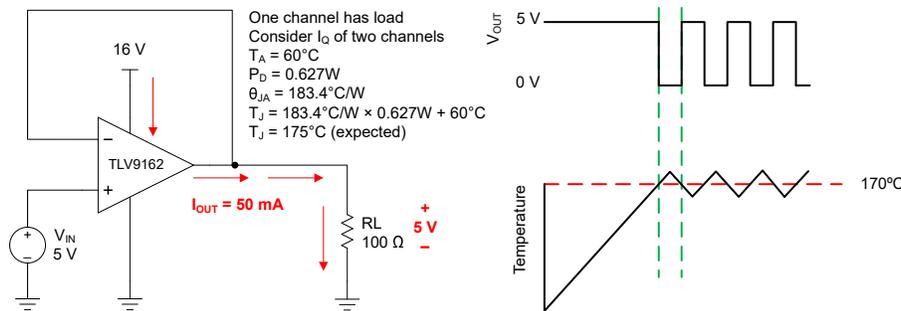

図 6-4. 過熱保護動作
あらゆるアンプは、内部消費電力によって内部（接合部）の温度が上昇します。この現象を「自己発熱」と呼びます。TLV916x の絶対最大接合部温度は 150°C です。この温度を超えると、デバイスが損傷します。TLV916x には過熱保護機能があり、自己発熱による損傷を低減できます。この保護機能はデバイスの温度を監視し、温度が 170°C を超えるとオペアンプの出力ドライブをオフにします。TLV9162 の消費電力 (0.627W) のために自己発熱が大きくなるアプリケーションの例を、図 6-4 に示します。この例では、どちらのチャンネルも静止消費電力を持ち、一方のチャンネルには大きな負荷があります。熱に関する計算から、周囲温度が 60°C の場合、デバイスの接合部温度は 175°C に達することが示されます。しかし、実際のデバイスでは出力ドライブがオフになるので、接合部の温度は安全域に回復します。過熱保護時の回路の動作を、図 6-4 に示します。通常の動作では、デバイスはバッファとして動作し、出力は 5V になります。自己発熱によりデバイスの接合部温度が内部制限値を超えた場合、過熱保護機能によって出力が強制的に高インピーダンス状態になり、出力は抵抗  $R_L$  によってグランドにプルダウンされます。過剰な消費電力を引き起こした条件が解消されない場合、出力の障害が修正されるまで、アンプはシャットダウン状態とイネーブル状態をいったりきたりします。熱性能は、選択したパッケージと PCB レイアウト設計によって大きく異なる場合があることに注意してください。この例では、TSSOP (8) パッケージの熱性能を使用しています。